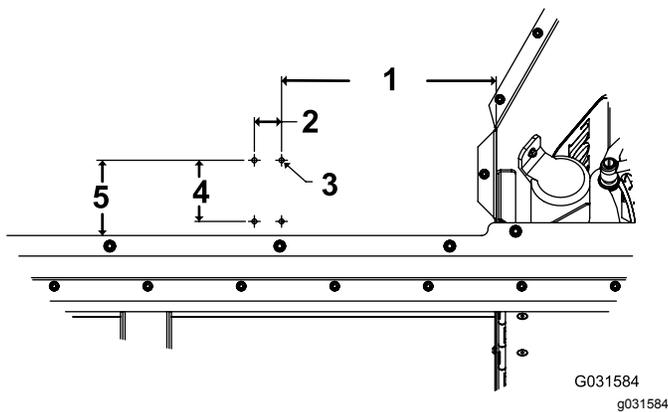

図 6
1. ホッパーの側面に取り付け穴 7mm を 4 つ開ける。穴の寸法については 図 6 を参照する。